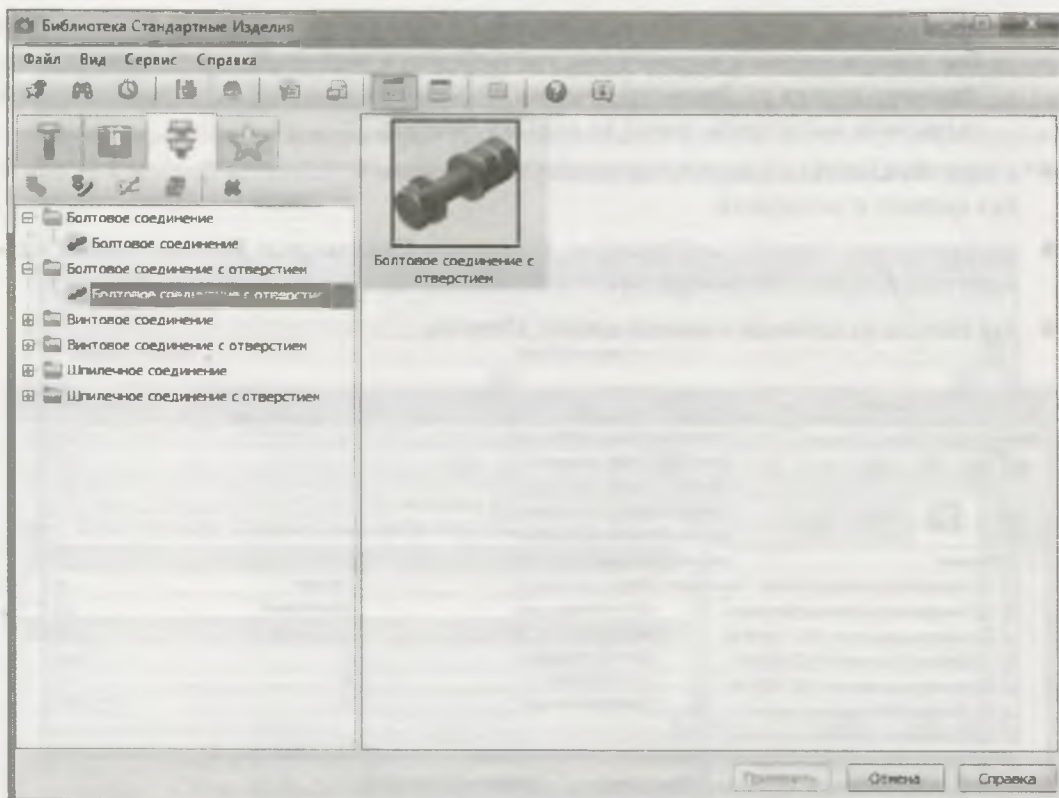

Рис. 30.22. Окно Библиотеки при выборе крепежного соединения
- ◆ вызовите команду  **Вставить элемент** — появится окно **Библиотека Стандартные Изделий** (рис. 30.22);